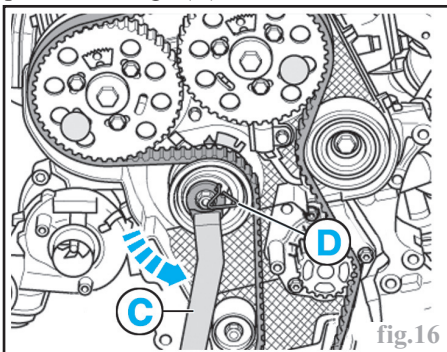

fig.16
À l'aide d'un levier à ergots approprié (C) (outil T10 020), tourner le galet tendeur dans le sens anti horaire jusqu'à ce qu'il soit possible d'immobiliser le galet tendeur avec une goupille de diamètre approprié (D) (outil T10 115, Ø 3 x 50 mm) (Fig.16).